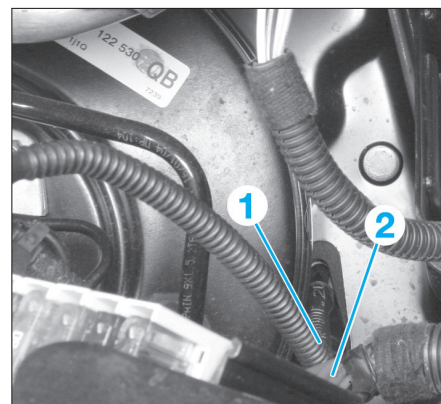

FIG. 4
- la canalisation (1) et récupérer le liquide de frein qui s'écoule (Fig.4).